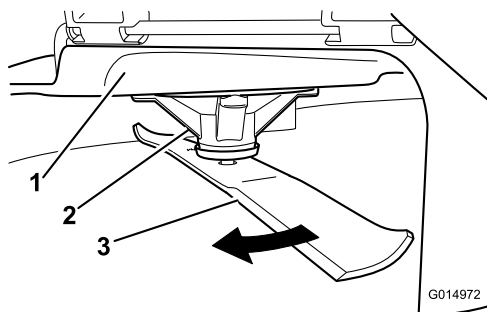

Figura 114
2. Usando luvas almofadadas ou outra proteção adequada para as mãos, rode lentamente lâmina para uma posição que lhe permita uma medição da distância entre a extremidade de corte e a superfície nivelada onde a máquina está (Figura 114).